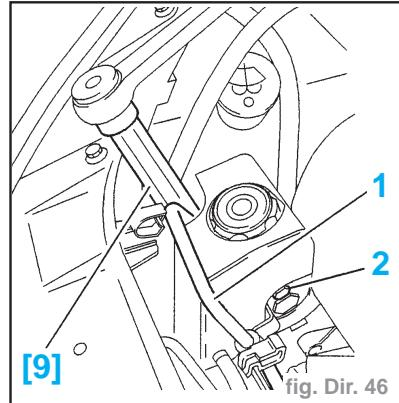

fig. Dir. 46
- Dévisser le tuyau (1) à l'aide de l'outil [9] (-).**0720E** (fig. Dir. 46).